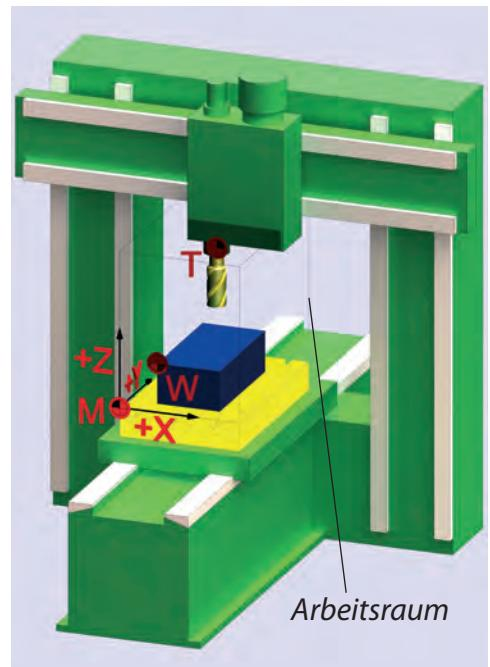

Abbildung 4
## Maschinen Nullpunkt (M) (Abb. 4):